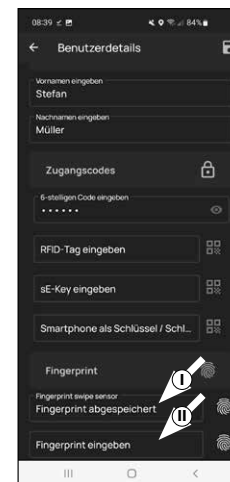

Fig. 16
6 Dopo aver inserito un'impronta, nel campo corrispondente appare la voce "Fingerprint abgespeichert" (Impronta memorizzata) (I) (Fig. 16). Sotto è presente un nuovo campo vuoto per un'ulteriore impronta digitale (II) (Fig. 16).